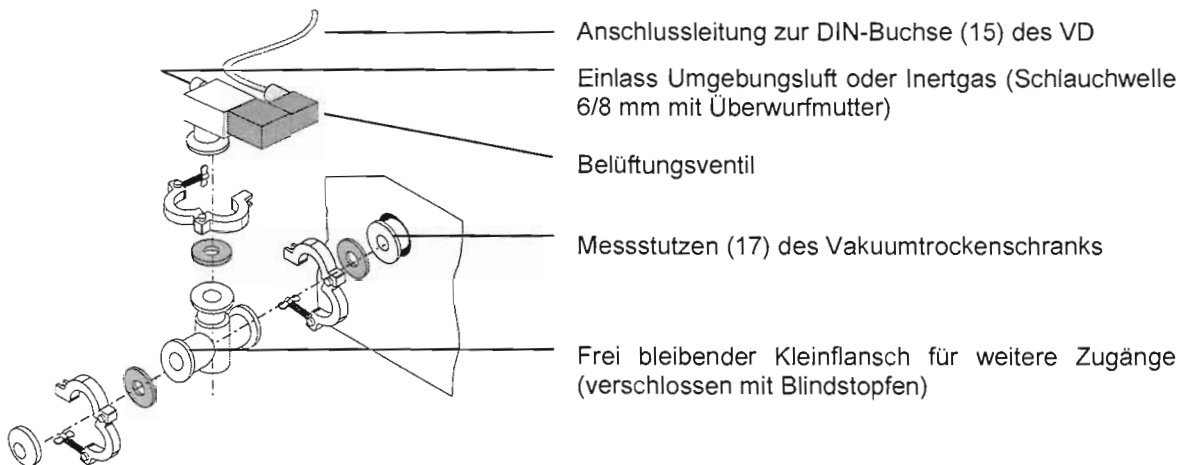

Abbildung 23: Montage Belüftungsventil (Option, Art. Nr. 8012-0552)
Das Belüftungsventil wird an den Messstutzen (17) an der Rückseite des Vakuumschranks montiert (Abbildung 23). Alle notwendigen Anbauteile sind im Set unter Art. Nr. 8012-0552 enthalten.